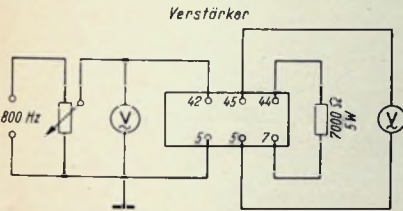
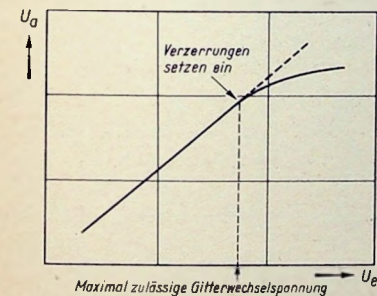

Bild 12. Schaltung für Endstufenmessungen
Bild 13. Ausgangsspannung in Abhängigkeit von der Gitterwechselspannung
1. Regelbare Meßspannung nach Bild 12 an Buchsen 42...5 anschließen. Belastungswiderstand von 7000 Ω an 44...7 und hochohmiges Wechselspannungsvoltmeter an 45...5. Solange Ein- und Ausgangsspannung linear verlaufen, ist die Ausgangsspannung unverzerrt. Nach Bild 13 ist die Anodenwechselspannung in Abhängigkeit von der Gitterwechselspannung aufzunehmen. Der größte unverzerrte Leistung auszurechnen. Der listenmäßige Wert für die EL 11 beträgt 4,5 Watt und die hierzu notwendige Gitterwechselspannung 4,2 Volt. Bei starker Abweichung der Meßwerte liegen Fehler in der Schaltung vor oder die Röhre ist verbraucht.